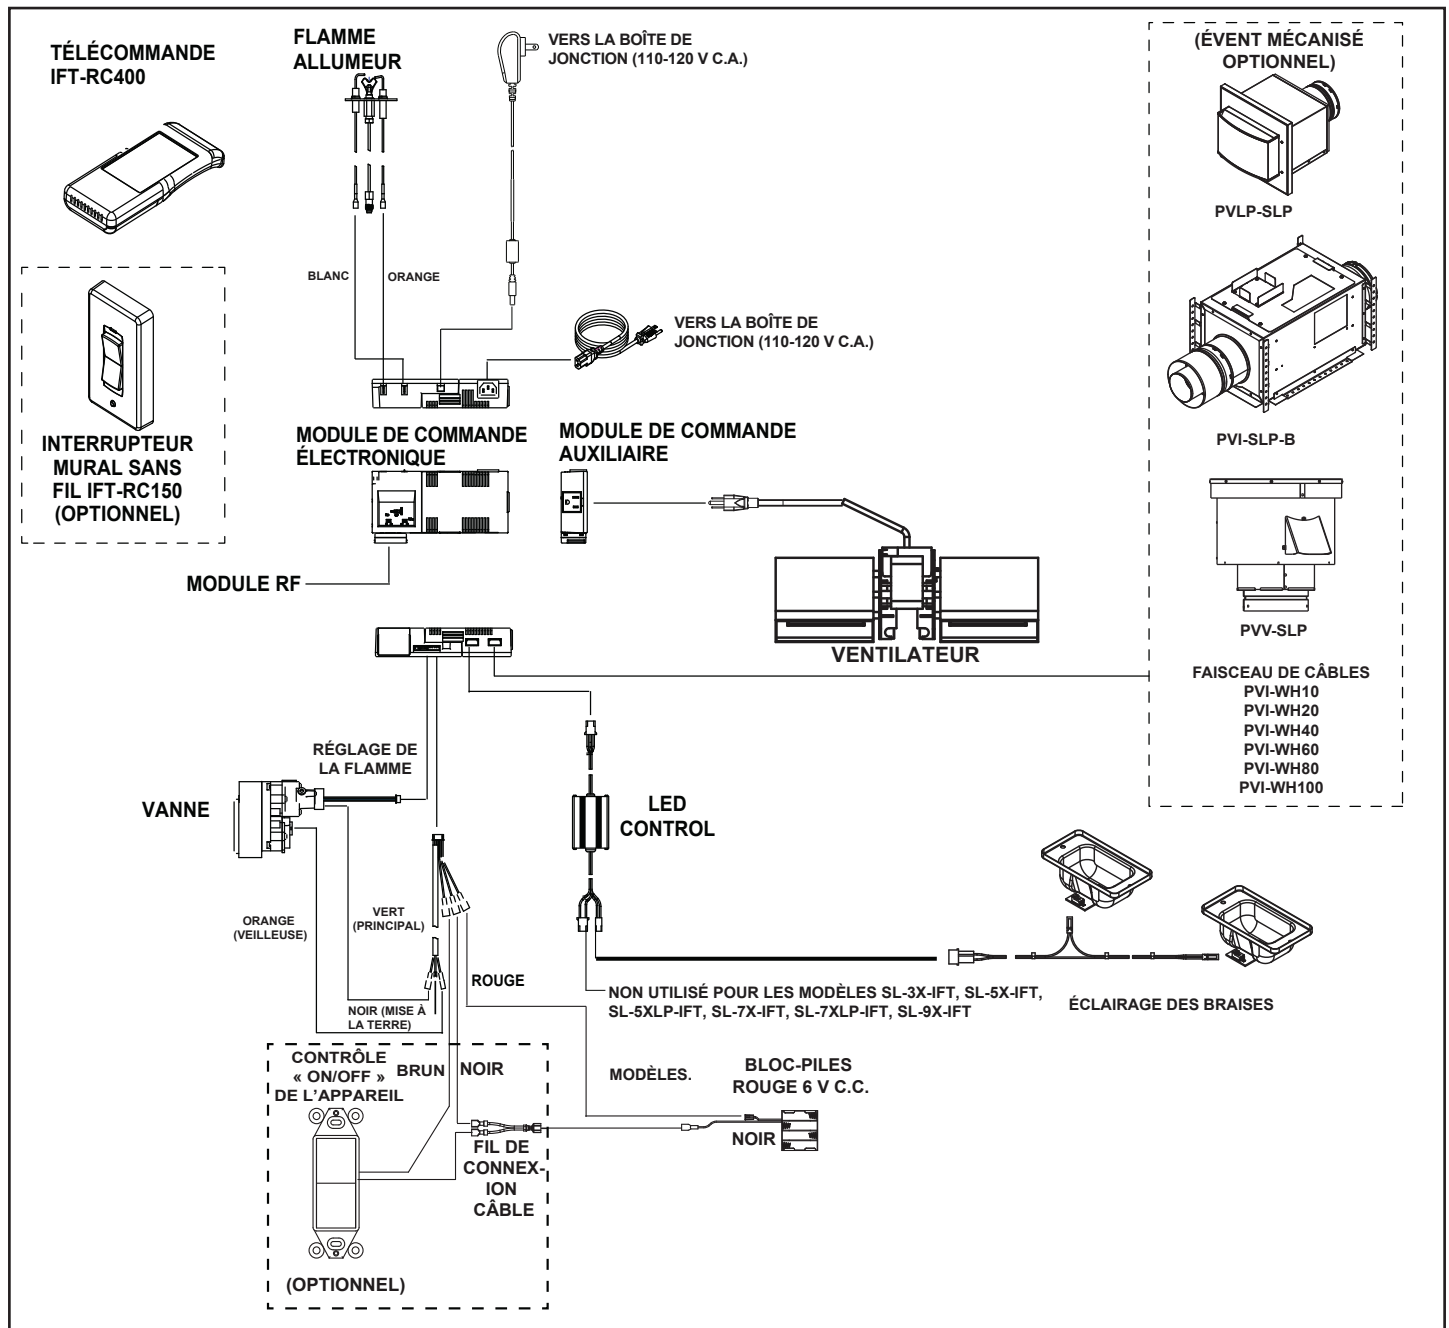

Figure 8.3 Schéma de câblage d'IntelliFire Touch
- Consultez la figure 8.3, Schéma de câblage d'IntelliFire Touch (IPI).